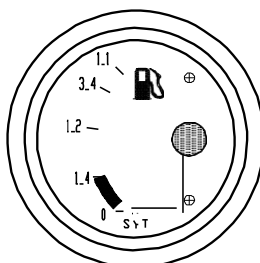

Figura 3-3 Nível do óleo indicado no medidor de combustível
- a) Verifique a reserva de combustível no medidor de combustível, como mostrado na Figura 3-3.